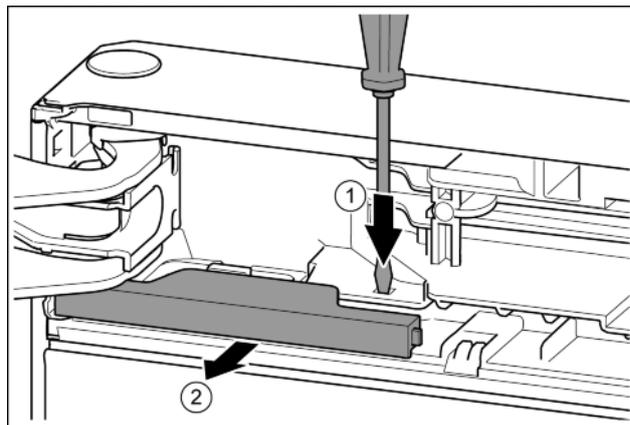

Fig. 10
- ▶ Нажать накладку шлицевой отверткой. Fig. 10 (1)
- ▶ Вынуть крышку из зацепления. Fig. 10 (2)